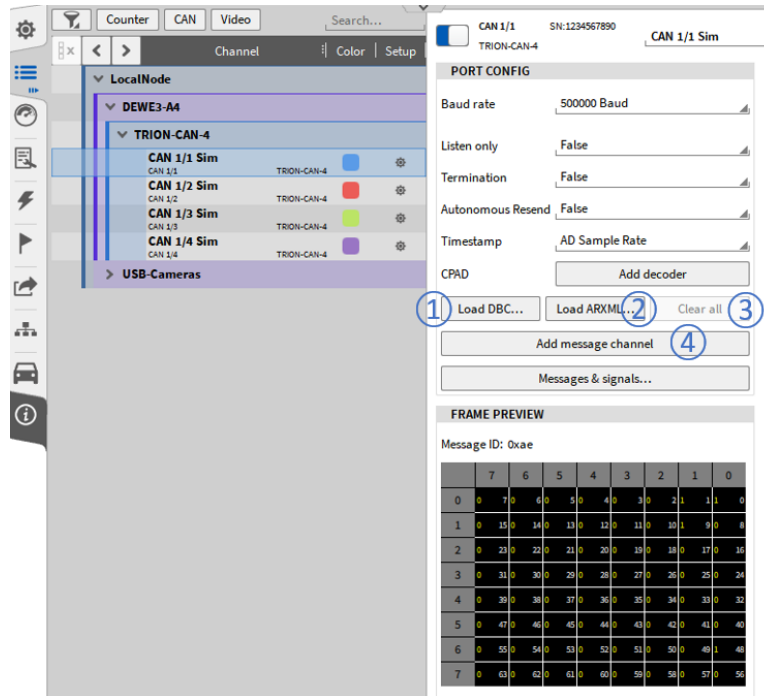

Abb. 7.205: CAN-Port-Konfiguration
Nach der ordnungsgemäßen Konfiguration des CAN-Ports muss der CAN-Stream dekodiert werden (siehe ① in Abb. 7.205) oder *ARXM laden...* (see ② in Abb. 7.205).
Sie können alle dekodierten Nachrichten und Kanäle löschen, indem Sie die Schaltfläche **Clear all** in der CAN-Port-Konfiguration drücken (siehe ③ in Abb. 7.205).
Wenn eine oder mehrere auf dem CAN-Bus verfügbare Nachrichten nicht in der ausgewählten dbc- oder arxml-Datei definiert sein sollten, können Sie diese manuell hinzufügen, indem Sie auf *Add message channel* (siehe ④ in Abb. 7.205) klicken und die richtigen Einstellungen im CAN-Nachrichten-Setup definieren. Weitere Details finden Sie im folgenden Abschnitt *CAN-Nachrichten Setup*.